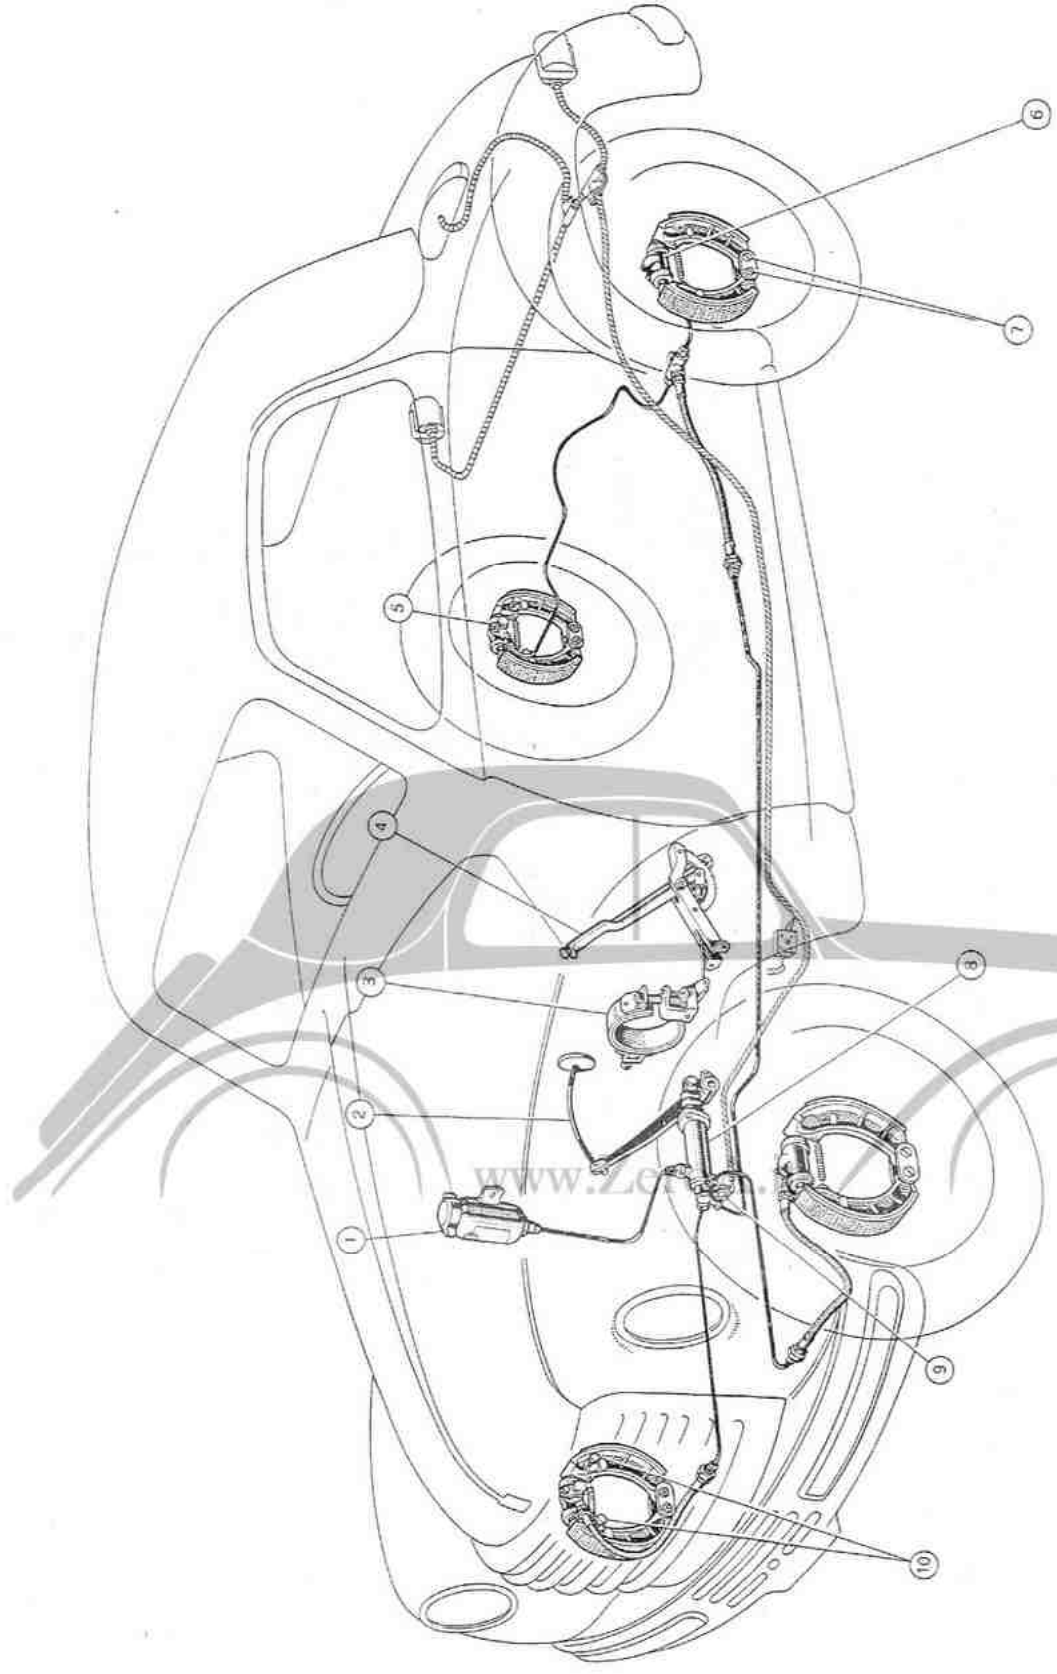

Fig. 39. - Schema dei freni idraulici alle ruote e meccanico sulla trasmissione.
- Sfilare il perno eccentrico inferiore d'articolazione di ciascuna ganascia freno (7, fig. 39) e rimontarlo ruotato di un dente o due, allo scopo di avvicinare la guarnizione al tamburo, fino a ridurre il giuoco, misurato all'estremità corrispondente della guarnizione, pari a 0,1 mm circa.
- Agire quindi sugli eccentrici superiori d'appoggio delle ganasce (10, fig. 39), in modo da portare a 0,3 mm all'incirca il giuoco fra guarnizione e tamburo, in corrispondenza degli eccentrici suddetti.
- Togliere il tappo (5, fig. 39) con la relativa piastrina di sicurezza; svitare di qualche giro la vite di spurgo fissata sul cilindretto di comando ganasce ed avvitare al posto del tappo uno speciale raccordo, munito di un tubetto di gomma per lo scarico del liquido.